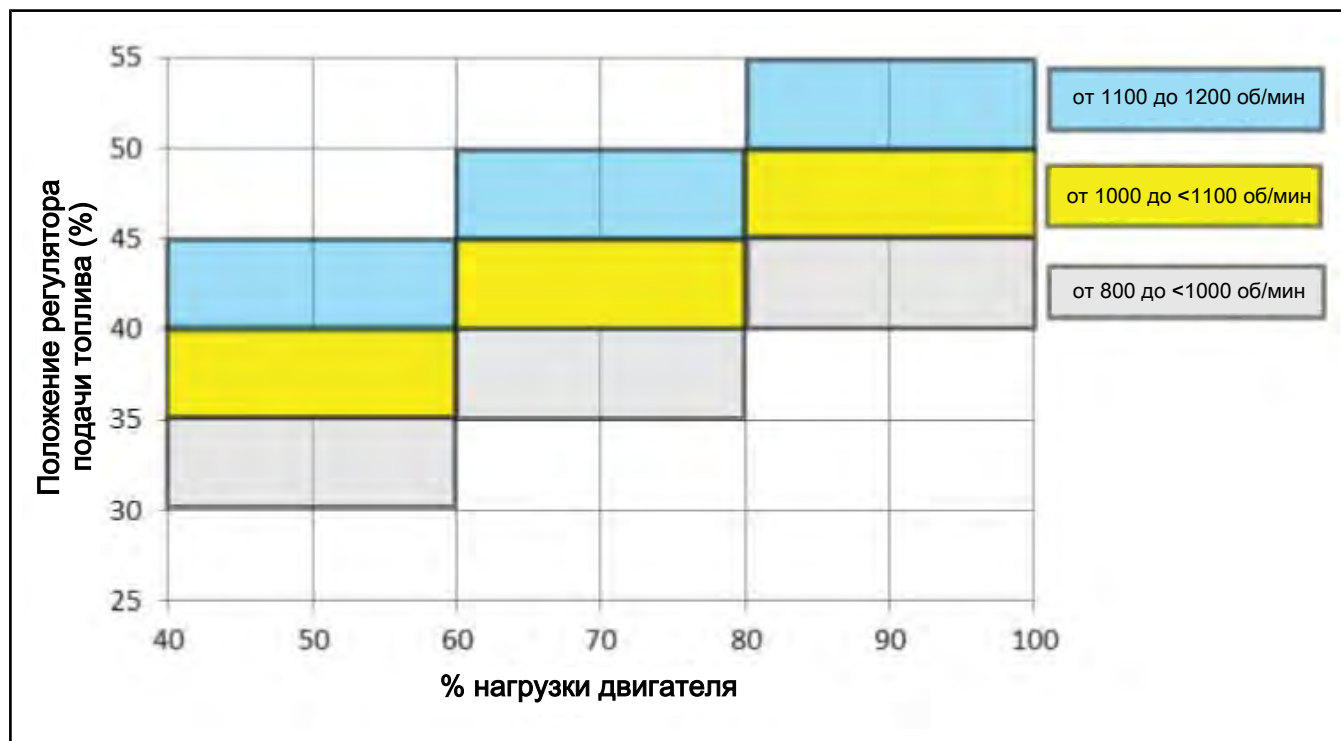

Рисунок 2.70-9: Положение регулятора подачи топлива и нагрузка двигателя (только для справки)
3. См. Рисунок 2.70-9 чтобы установить нужное положение регулятора подачи топлива для максимальной возможной скорости и нагрузки для конкретного объекта. Найдите % нагрузки на оси X и найдите ячейку, соответствующую частоте вращения двигателя, чтобы определить нужное положение регулятора подачи топлива.